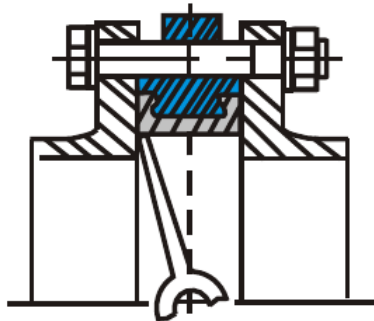

Рис. 1 (неправильно)
- Использование фланцев с внутренним диаметром меньше номинального диаметра затвора может привести к блокировке диска, что в свою очередь вызовет серьезное повреждение диска поворотного затвора (рис. 1). Для фланцев изготовленных согласно стандартам указанным в таблице выше при правильной установке затворов, такой неприятности не случится.